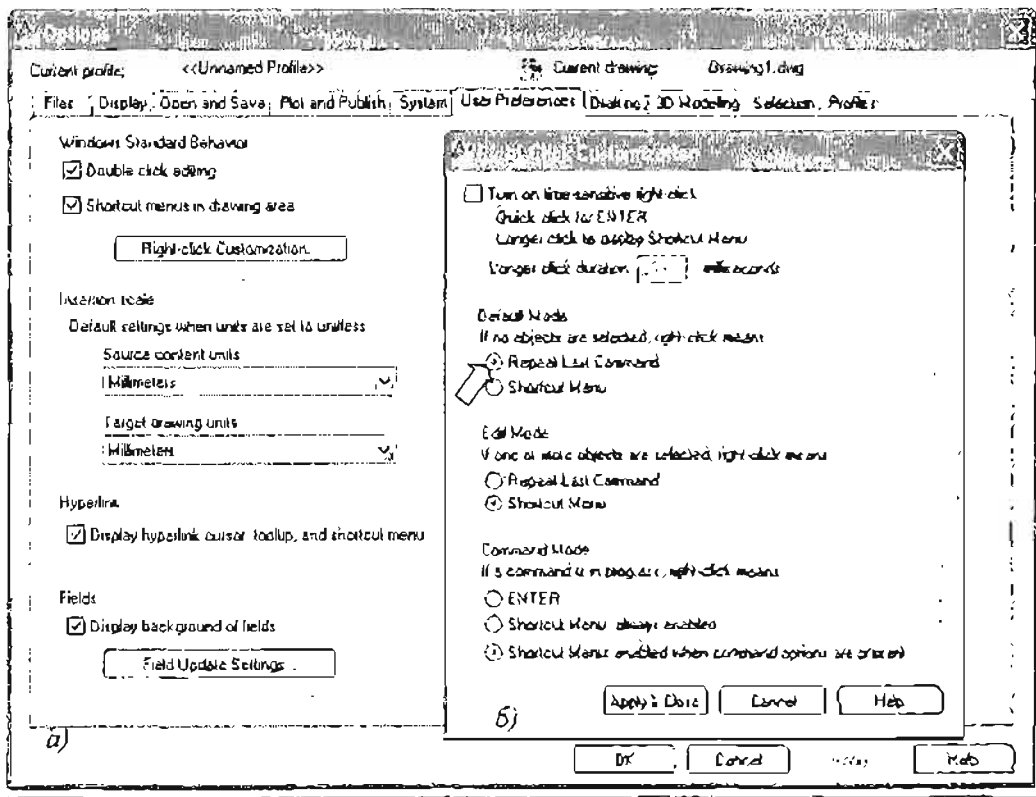

Рис. 1.18. Диалоговое окно настройки пользовательских параметров и правой кнопки мыши
5. Выберите в этом окне вкладку User Preferences (Пользовательские). Появится диалоговая часть окна, предназначенная для настройки среды рисования по усмотрению пользователя (рис. 1.18 а).
7. Щелкните мышью на кнопке Right-click Customization. Появится диалоговое окно Right-click Customization (Обработка нажатий правой кнопки мыши) (рис. 1.18 б).
На рис. 1.18 б, приведена рекомендуемая настройка правой кнопки мыши – вызов контекстного меню в командном режиме, повтор последней команды при отсутствии выбранных объектов и выполняющихся команд. В этом режиме при щелчке правой кнопкой мыши в рабочей зоне после выхода из команды происходит ее повторный вызов.